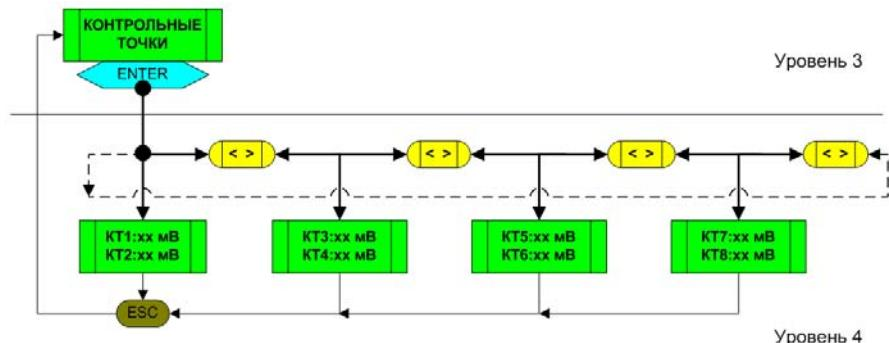

Рис. 3.3. Структурная схема раздела «КОНТРОЛЬНЫЕ ТОЧКИ» системного меню ПУ
На рис. 3.3. изображена структурная схема раздела «КОНТРОЛЬНЫЕ ТОЧКИ», включающая 3 и 4-й уровни системного меню.
2.2.3.3. При минимальной чувствительности (коэффициенте усиления в тракте обработки) оценить уровень сигналов в различных контрольных точках платы БЭ. Для этого с помощью клавиш «ESC» и «←» из раздела «TEST» перейти в раздел «КОНТРОЛЬНЫЕ ТОЧКИ» (рис. 3.3.). Нажав «ENTER», перейти в подраздел «KT1, KT2», далее с помощью клавиш «→» или «←» наблюдать за другими подразделами («KT3»...«KT8»). На ЖК-индикаторе в течение 1...2 минут наблюдать сменяющиеся с каждым измерительным циклом (3 с) показания максимальных (по модулю) значений сигналов за это время, выраженные в мВ. Если БЭ функционирует в нормальном (штатном) режиме, то эти значения не должны выходить за пределы измерений, представленные в табл. 3.1.
2. Частота механического отклика СЗ на ветровую помеху незначительно, но все же зависит от скорости ветра и направления. Поэтому при измерении и дальнейшем усреднении результатов рекомендуется выбирать наиболее сильные порывы ветра и направление, перпендикулярное линии распространения СЗ. Такие порывы приводят к возникновению наибольших помеховых сигналов, которые можно контролировать в подразделе «КТ5» раздела «КОНТРОЛЬНЫЕ ТОЧКИ» (рис. 3.3.).